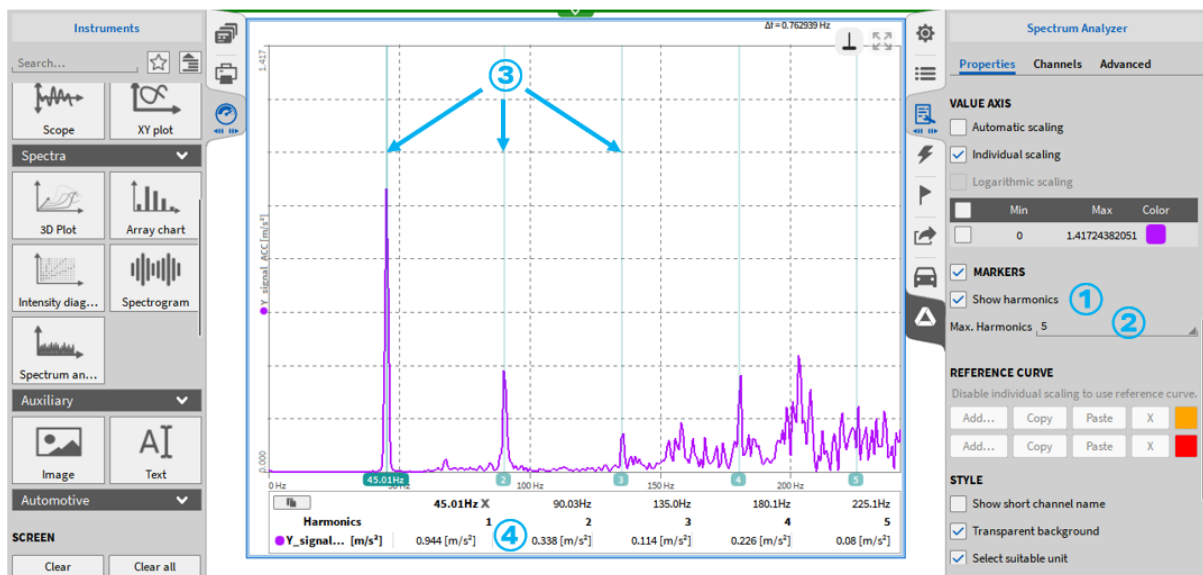

Fig. 8.66: 谐波光标的使用
通过勾选 *Show Harmonics* (显示谐波) 选项, 可以显示谐波标记 (参见 Fig. 8.66 中的 ①)。
谐波数量可设置为 1 至 10 (参见 Fig. 8.66 中的 ②)。
谐波会以游标形式标记显示 (参见 Fig. 8.66 中的 ③), 其幅值显示在仪表底部 (参见 Fig. 8.66 中的 ④)。